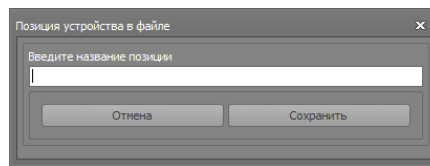

Рисунок 88
- В открывшемся окне – **Позиция устройства в файле (Рис. 88)**